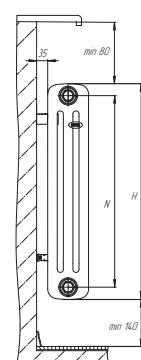

рис. 1
2.7 Для оптимальной теплоотдачи радиатора кронштейны должны обеспечивать положение прибора согласно рис. 1. Для крепления радиатора к полу, в местах где настенные кронштейны установить не возможно, используют напольные кронштейны рис. 8. Напольные кронштейны серийно производятся для 3-х колончатых радиаторов. Напольные кронштейны в комплектацию не входят и приобретаются отдельно.